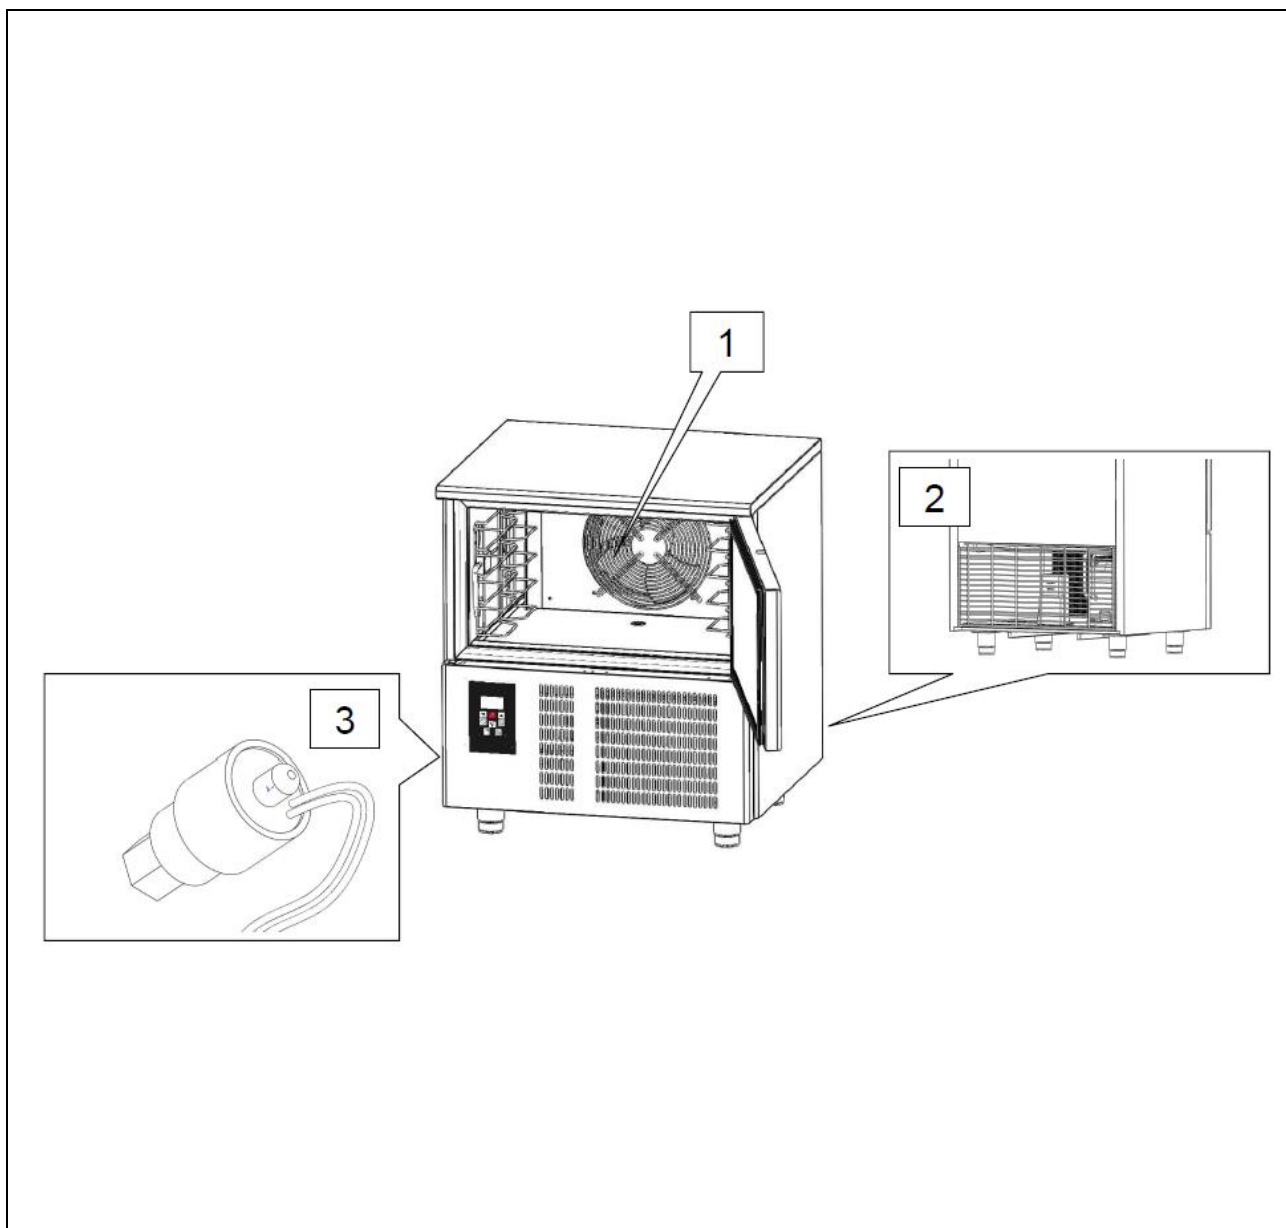

Рис. 5
- решетки, закрывающие вентиляторы охлаждения (поз. 1, рис. 5);
- решетка, закрывающая конденсаторный блок (поз. 2, рис. 5).
- Датчик (поз. 3, рис. 5), расположенный на контуре хладагента, подает сигнал в случае перегрева системы, переводя аппарат в режиме ожидания.